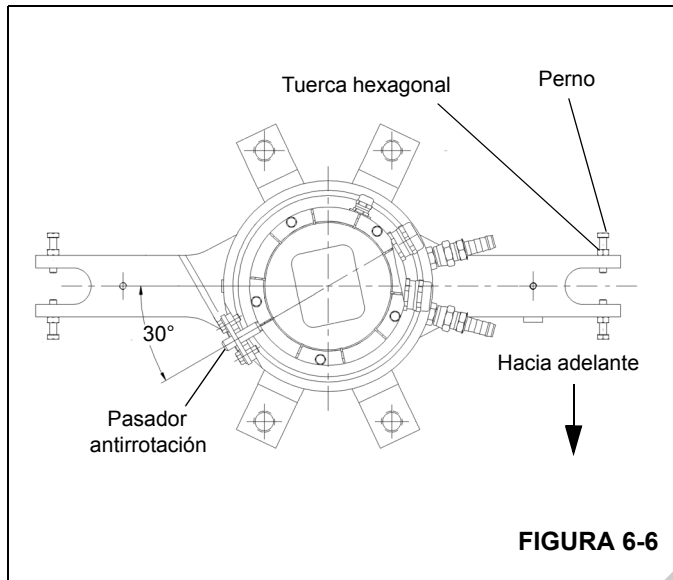

FIGURA 6-6
3. Asegure que el pasador antirotación de la parte inferior de la base del adaptador giratorio eléctrico quede alineado con el agujero de montaje de la escuadra de la caja del adaptador giratorio de agua (Figura 6-6).